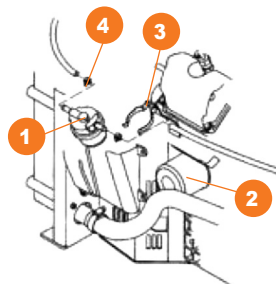

Рис. 12
- Масляный фильтр **2** находится с обратной стороны двигателя (Рис. 12). Поверните масляный фильтр против часовой стрелки с помощью ключа и снимите его, будьте осторожны, фильтр наполнен маслом.
- Установку нового фильтра произведите в обратном порядке (Рис. 12).